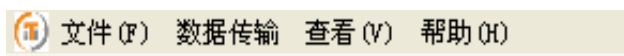

图 5-5
一体式钢筋扫描仪数据处理软件的操作方法及界面形式完全符合 Windows 风格，已经熟悉 Windows 操作的用户会很容易掌握本软件的使用方法。本软件界面主要由以下四部分组成（如图 5-5 所示）：菜单栏、工具栏、控制面板、窗口显示区。
- **菜单栏：**由 4 个下拉菜单项组成，如图 5-5 所示。